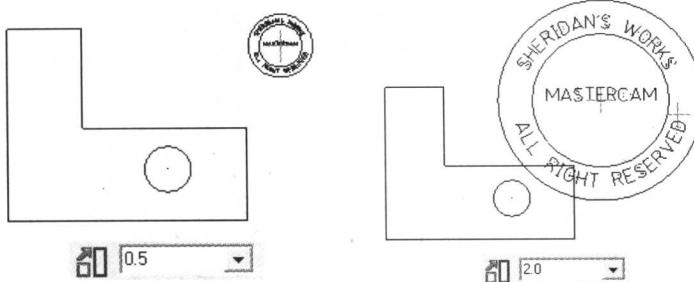

图 1-14
- 缩放比例 [1.5]：插入的图形可以随意放大或者缩小，缩放的比例在输入栏中输入，数值大于 1 的为放大，小于 1 的为缩小。输入缩放比例后，按 Enter 键，图形随之变化。例如，图 1-14 左图是缩小一半的情况，而右图则是放大一倍的情况。